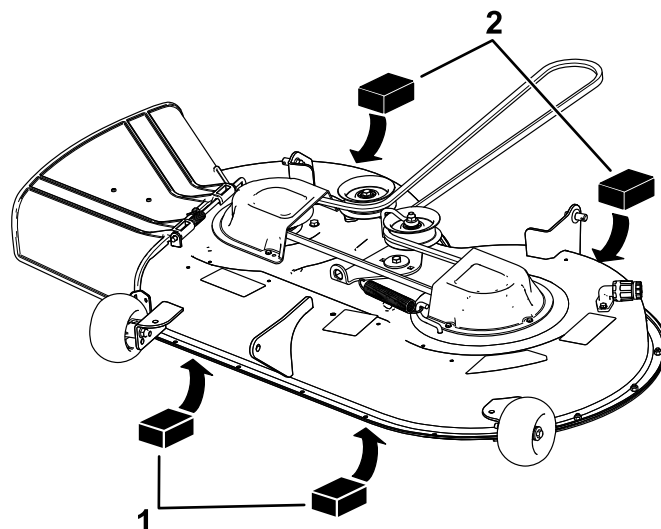

Bild 67
4. Legen Sie zwei 6,6 cm dicke Blöcke an jeder Seite unter die vordere Kante des Mähwerks, jedoch nicht unter die Halterungen der Antiskalpierrollen (**Bild 67**).
5. Legen Sie zwei 7,3 cm dicke Blöcke unter die hintere Kante des Mähwerks, einen an jeder Seite des Mähwerks (**Bild 67**).